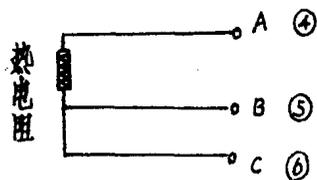

图 3 热电阻接线图
来自热电阻的三根导线 A、B、C（如图 3），分别与相应的接线端子④⑤⑥连接。